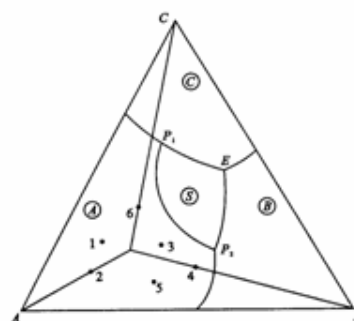

图6-18
6-30根据图6-18回答下列问题：(1) 说明化合物 S 的熔融性质，并分析相图中各界线上温度变化的方向以及界线和无变量点的性质；(2) 写出组成点为1、2、3及4各熔体的冷却结晶过程；(3) 分别将组成为5和组成为6的物系，在平衡的条件下加热到完全熔融，说明其固液相组成的变化途径。